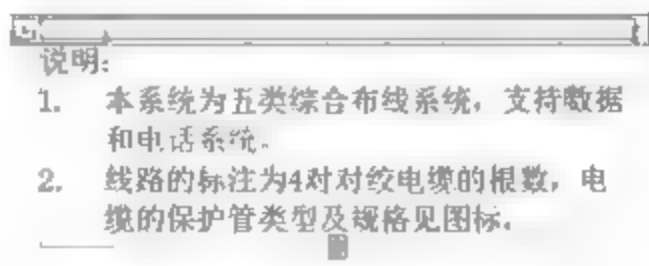

图6-42 调整显示效果
**04** 拖动最右侧的四边形图块，将输入框的范围加长，使带有序号的多行文字按两行显示，如图6-42所示。